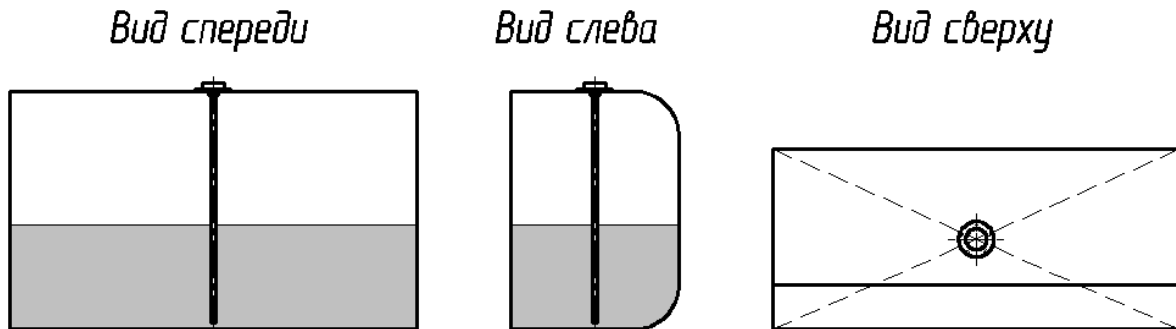

Рисунок 1 Пример выбора места установки датчика
- оптимальное место установки должно быть максимально приближено к геометрическому центру бака и являться самым глубоким местом в баке (Рисунок 1);